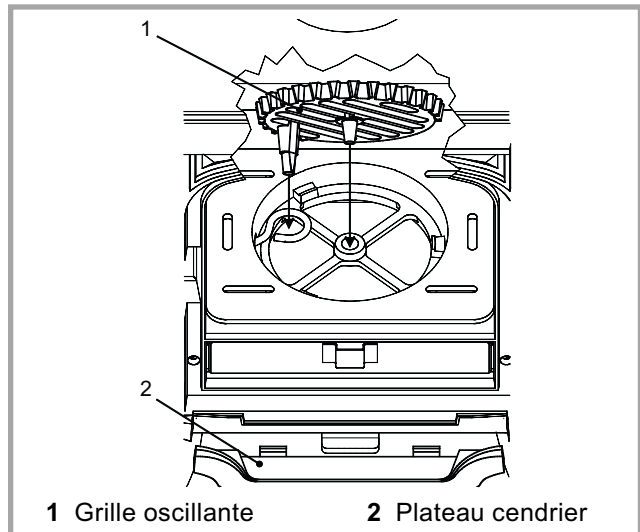

Figure 10 - Mise en place de la grille oscillante et du plateau
Vérifier l'état des joints de mastic. Vérifier que la porte ferme bien et que la vitre n'est pas détériorée. Vérifier que les passages de fumée ne sont pas obstrués par les composants de l'emballage ou des pièces démontées. Vérifier que toutes les pièces amovibles, grille de face, grille oscillante, chicane, doivent être à leur place respective. Positionner le plateau cendrier, placé dans le cendrier, entre les 2 pieds de devant (# 2, fig. 10, p. 8).
- Vérifier la mise en place et le bon fonctionnement de la grille de décrassage (fig. 10).